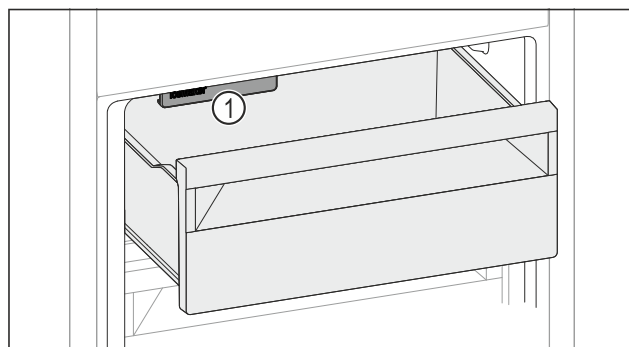

Fig. 111
- ▶ Учитывайте IceMaker Fig. 111 (1).